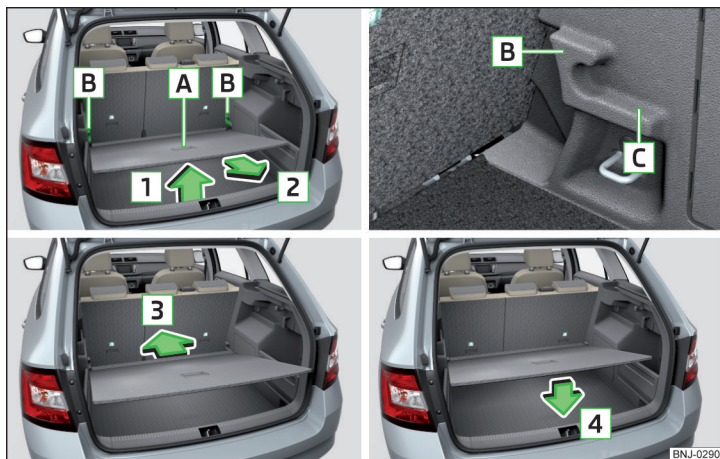

Fig. 115 Ajustar el suelo de carga variable en la posición superior/inferior
- ▶ Levantar el suelo de carga variable en el mango **A** en el sentido de la flecha **1** y desplazarlo en parte hacia el sentido de la flecha **2** » fig. 115.